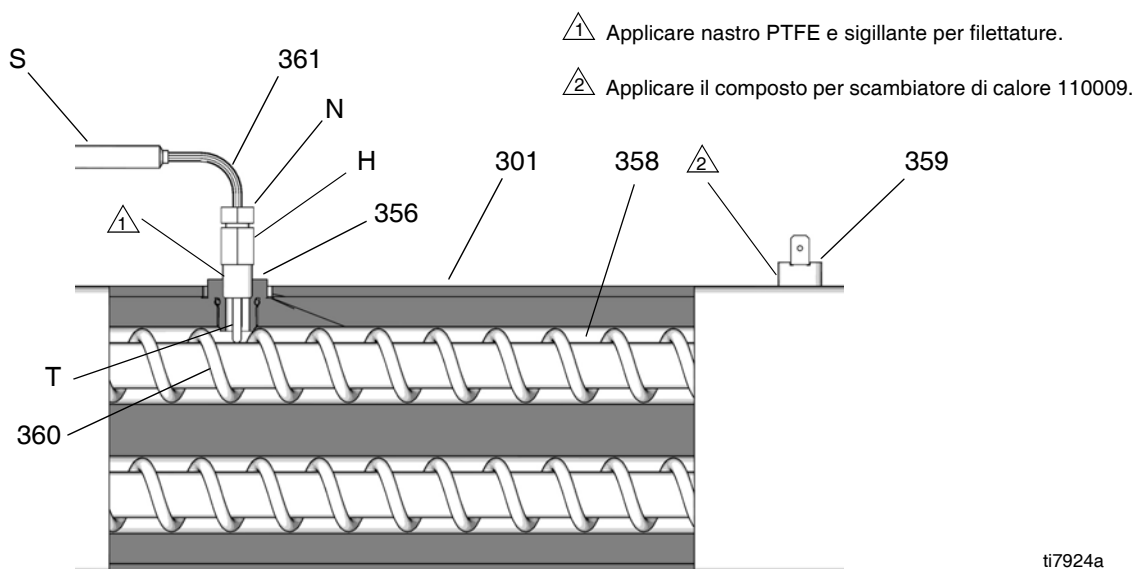

FIG. 8: Termocoppia
7. Vedere FIG. 8. Allentare il dado della ghiera (N). Rimuovere la termocoppia (361) dal corpo del riscaldatore (351), quindi rimuovere il corpo della termocoppia (H). Non rimuovere l'adattatore della termocoppia (356) a meno che non sia necessario. Se occorre rimuovere l'adattatore, assicurarsi che il miscelatore (360) si trovi lontano durante la sostituzione.
8. Sostituire la termocoppia, FIG. 8.
- a. Rimuovere il nastro protettivo dall'ugello della termocoppia (T).
- b. Applicare nastro in PTFE e sigillante per filettature alle filettature maschio, quindi serrare il corpo della termocoppia (H) sull'adattatore (356).
- c. Premere la termocoppia (361) in modo che l'ugello (T) tocchi l'elemento del riscaldatore (358).
- d. Tenendo la termocoppia (T) rivolta contro l'elemento del riscaldatore, serrare il dado della ghiera (N) di un altro 1/4 di giro dopo aver stretto manualmente.
9. Inserire i fili (S) nel quadro e formare un fascio come spiegato in precedenza. Ricollegare i fili alla scheda.
11. Accendere simultaneamente i riscaldatori A e B a scopo di prova. Le temperature devono aumentare alla stessa velocità. Se un riscaldatore è presenta valori più bassi, allentare il dado della ghiera (N) e serrare il corpo della termocoppia (H) per assicurare che l'ugello della termocoppia (T) tocchi l'elemento (358).
5. Scollegare un filo conduttore dall'interruttore di sovratemperatura (359), FIG. 8, pagina 33. Controllare l'interruttore mediante un ohmmetro. La resistenza deve essere di circa 0 ohm.
6. Se il test dell'interruttore ha esito negativo, rimuovere i fili e le viti. Smaltire l'interruttore guasto. Applicare la pasta termoisolante codice 110009, installare un nuovo interruttore nello stesso punto sul corpo (351) e fissare con le viti (311). Ricollegare i fili.